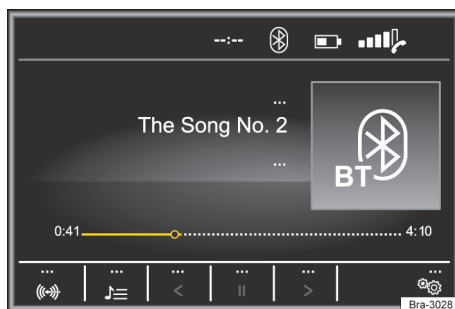
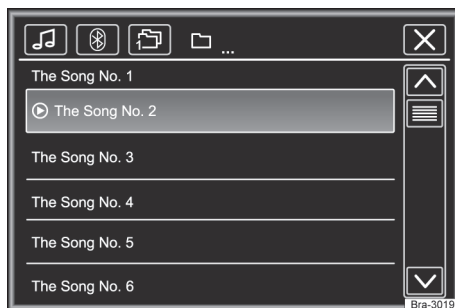

Fig. 132 Menú principal de medios.
Fig. 133 Operación de la radio: lista de estaciones.
- Presionar la tecla **MEDIA** para abrir el menú principal **MEDIA** → fig. 132. ▶
Las fuentes de medios que se reproducen actualmente se exhiben en el botón de función en la parte inferior izquierda → **fig. 132**.
Leyenda para → **fig. 132** y → **fig. 133**: